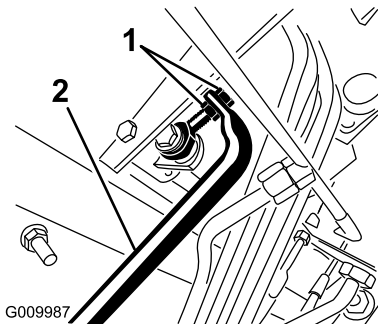

Bild 73
4. Stellen Sie die Bundmuttern am Pumpenstangenende ein, um die Pumpensteuerungsstange nach vorne zu verschieben, um ein Verschieben nach vorne zu vermeiden, oder um die Pumpensteuerungsstange nach hinten zu verschieben, um ein Verschieben nach hinten zu vermeiden (Bild 73).